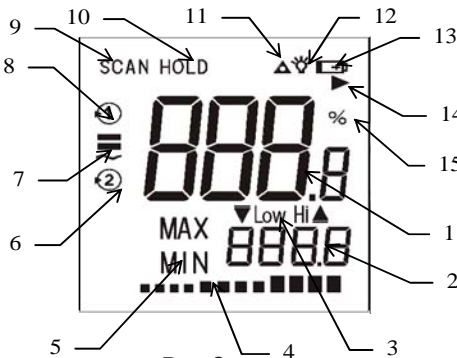

Рис.3
4) Регулятором "ЧУВСТВ" установить уровень входа по индикатору "▼LOW HI▲" на "LOW" или "HI" поз. 3 рис. 3.